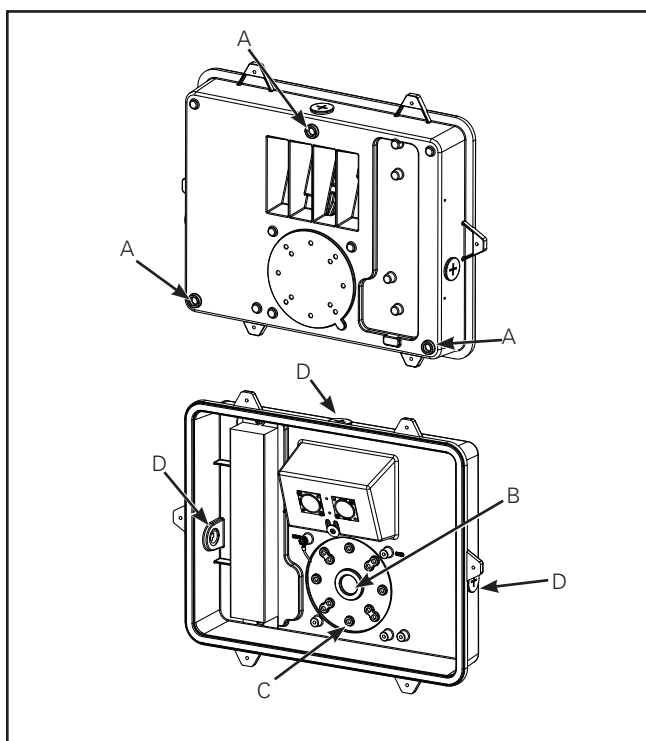

Figura 2.
2. Retire la cubierta interior y póngala a un lado. Prepare la placa posterior para montaje perforando o calando los orificios necesarios. (Figura 2).